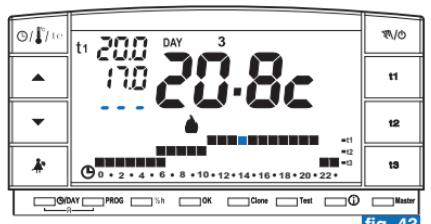

fig. 43
-  - Impostando la funzione su **OFF** (disattivata) sulla riga della temperatura t3 compariranno tre trattini (- - -) (fig. 43).